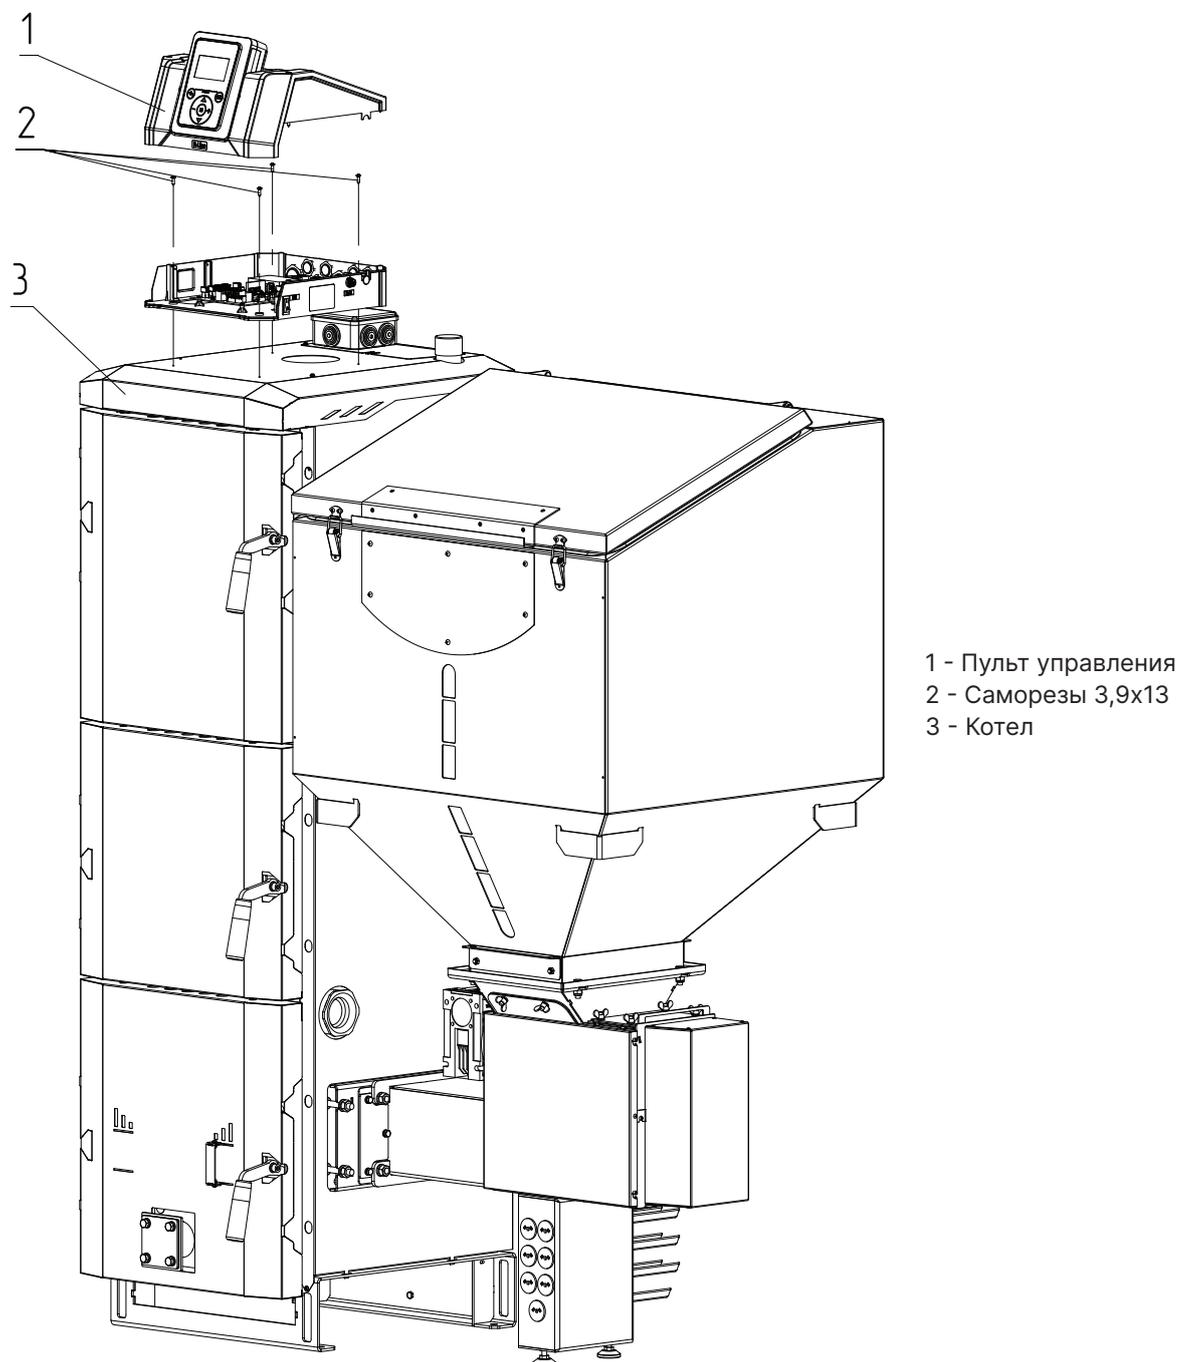

Рис.11 Монтаж пульта управления на котлах ZOTA Pellet Black 16-65 кВт
1. Извлеките из комплекта поставки пульт управления (**Рис.11, поз.1**) и крепёжные элементы;
2. Зафиксируйте пульт управления (**Рис.11, поз.1**) на верхней части котла (**Рис.11, поз.3**) саморезами (**Рис.11, поз.2**) как показано на **рисунке 11**;